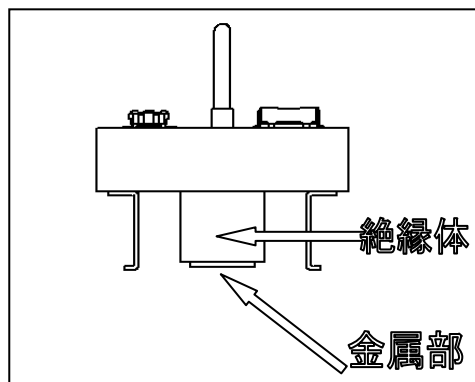

図2-4 TC突起図
(2)TCの底面の中央に円形の突起(図2-4)があります。この円柱の中心部はGND接続用の金属部